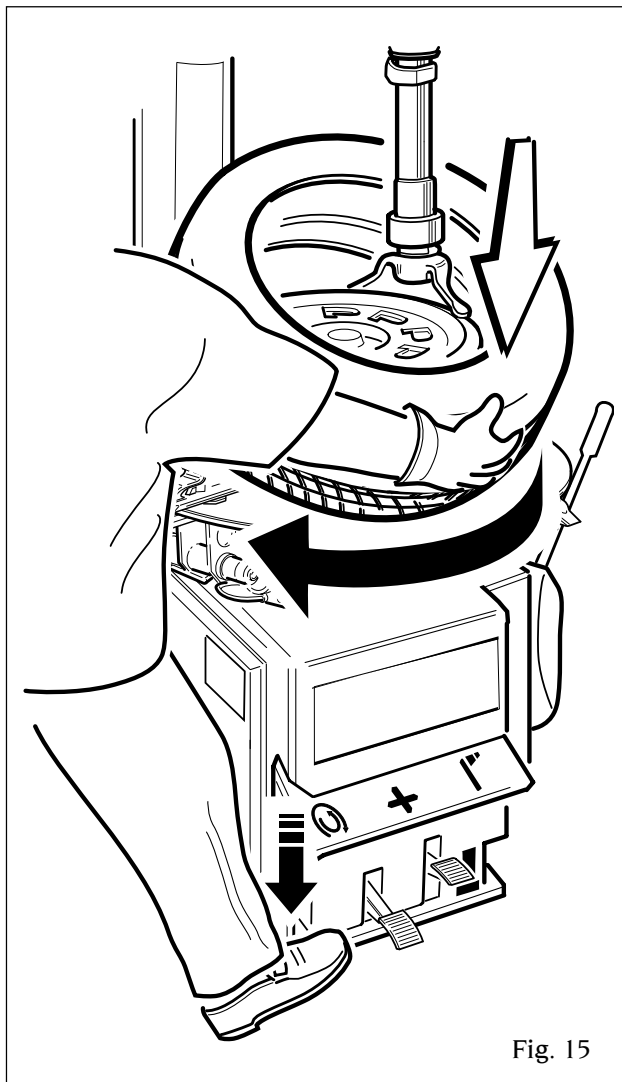

Fig. 15
- ❑ Poser le pneu sur la jante et amener le bras oscillant en position de montage. Mettre le talon inférieur dans la position indiquée sur la figure 15, de façon à ce qu'il soit au-dessus de la portion arrière de la tête de montage/démontage et au-dessous de sa portion avant. Appuyer sur la pédale du plateau pour le faire tourner dans le sens des aiguilles d'une montre et monter ainsi le talon. Utiliser la base creuse de la jante en poussant vers le bas contre la paroi opposée à la tête de montage/démontage (voir Figure 15) afin de réduire la force de tension sur les talons pendant la rotation de la jante.